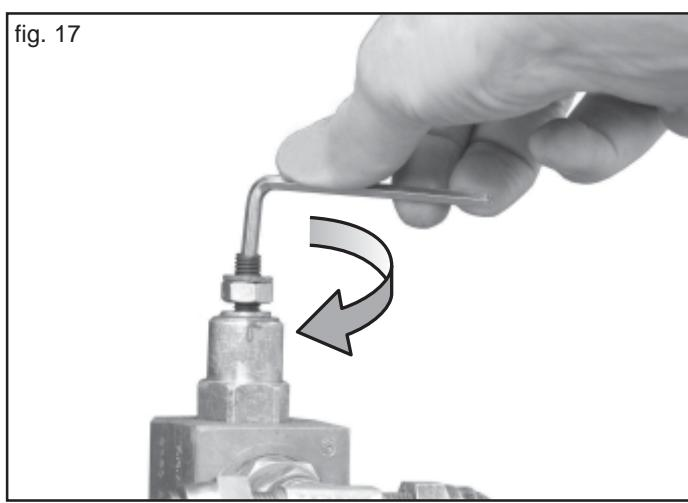

fig. 17
- 4) À l'arrière de l'équipement, à l'aide d'une clé six pans mâles (n. 4 - Fig. 17), tourner très lentement et dans le sens horaire jusqu'à déplacer les châssis.